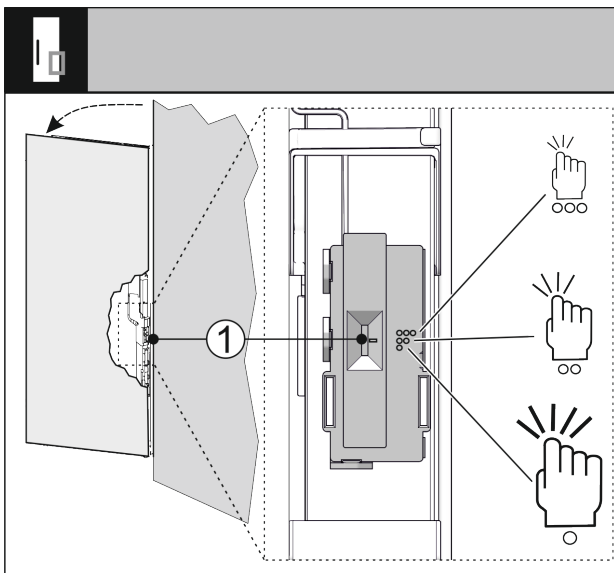

Fig. 34
Puteți seta sensibilitatea senzorului pentru ciocănit cu ajutorul unui comutator Fig. 34 (I). Întrerupătorul se află pe partea balamalei, în treimea inferioară a ușii.
- ▶ Glisați comutatorul Fig. 34 (I) în poziția dorită.